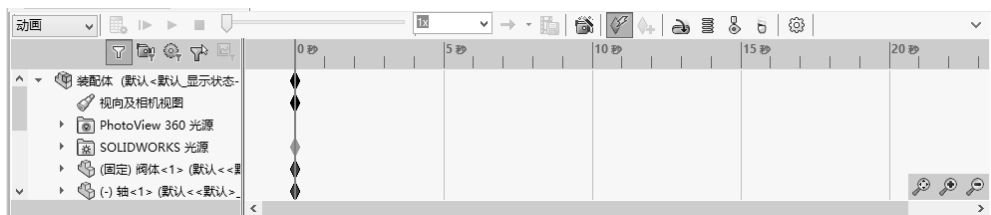

图 11-90 新建运动算例
**02** 新建运动算例。选择菜单栏中的“插入”→“新建运动算例”命令，或单击“装配体”控制面板中的“新建运动算例”按钮，新建运动算例，并弹出“运动算例 2” MotionManager，如图 11-90 所示。